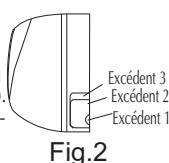

Fig.2
1. Lorsque vous insérez les tuyaux et les fils dans l'appareil interne, coupez l'excédent à partir du châssis, au besoin (comme l'indique la figure 2).